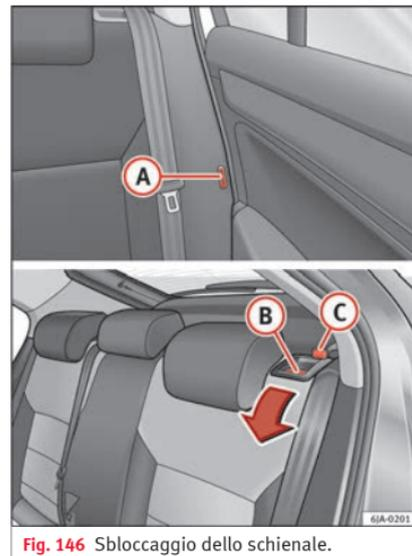

Fig. 146 Sbloccaggio dello schienale.
- Introdurre la linguetta della cintura di sicurezza nel foro **(A)** » fig. 146 situato nel lato corrispondente del veicolo: posizione di sicurezza.